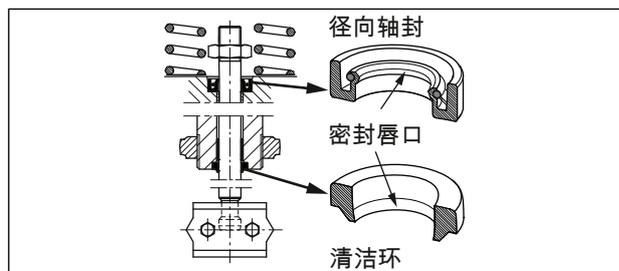

图 26: 对齐径向轴封与清洁环
6. 使用合适的工具安装径向轴封。确保径向轴封正确对齐 (请参见图 26)。
7. 使用合适的工具安装径向轴封。确保径向轴封正确对齐 (请参见图 26)。